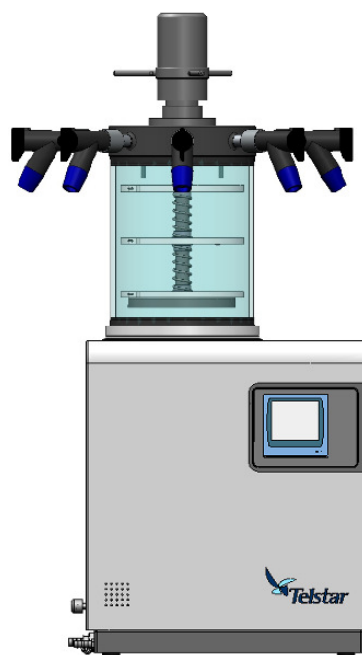

Fig. 6
- **En el exterior del condensador:** Está recomendado cuando la cantidad de producto permite cargar las tres placas. Se recomienda congelar el producto en el interior del condensador, ya que esto permite tener las placas calefactables frías y realizar rampas de calefacción desde temperaturas negativas. Una vez congelado el producto, hay que extraer el castillo de placas del condensador y montarlo en la cámara (ver Fig. 6). También se puede cargar un producto que haya sido congelado en otro equipo. El equipo permite programar recetas (ver apartado 10) de manera que se puede realizar un ciclo de liofilización completo sin tener que realizar ninguna acción manual, una vez el producto ya está congelado y la cámara montada.